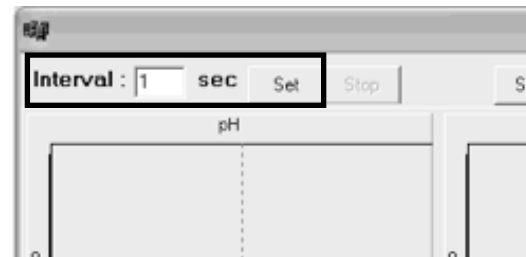

Рис.7
4. В открывшемся основном окне заполните интервал измерений (количество измерений в секунду) и нажмите кнопку **Set**.(см.Рис.7).